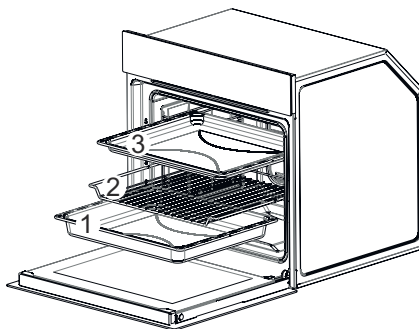

Fig. 20
- Remova os tabuleiros e a grelha respectivamente (1-2-3 / Fig. 20).